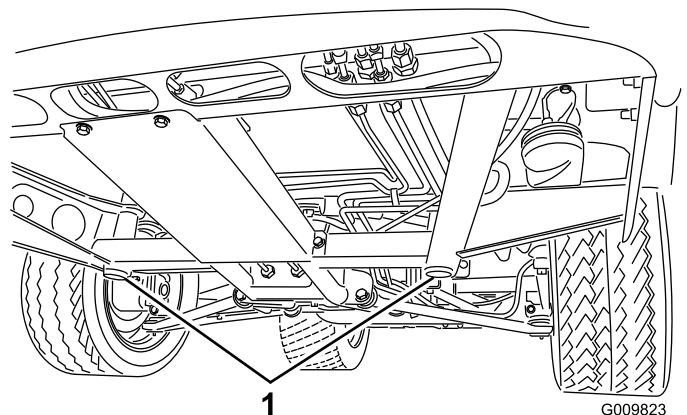
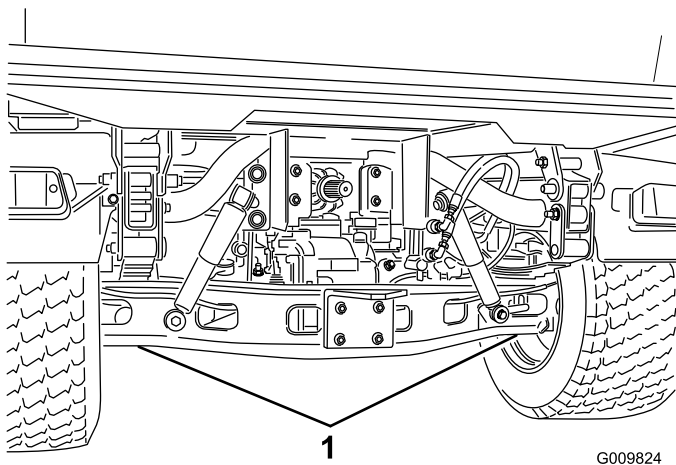

Bild 35
Bild 36
- Die Hebestelle befindet sich vorne am Fahrzeug unter der vorderen mittleren Rahmenstütze (Bild 35) und hinten unter der Achse (Bild 36).